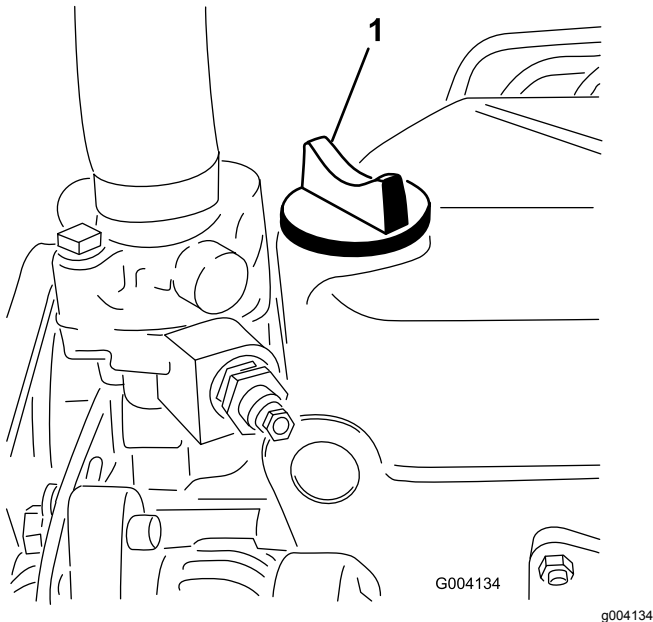

Figura 44
5. Si el nivel de aceite está por debajo de la marca Lleno, retire el tapón de llenado (Figura 44) y añada aceite hasta que el nivel llegue a la marca Lleno. **No llene demasiado.**